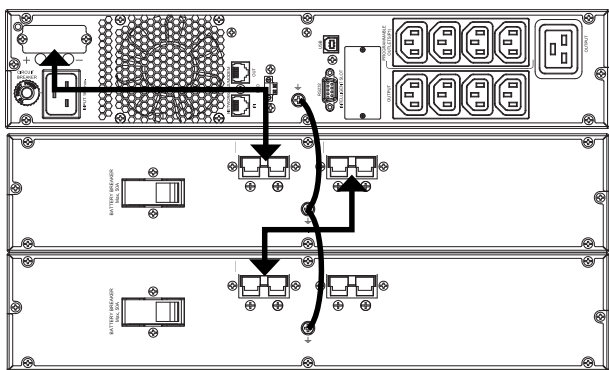

Abb. 9. Anschluss mit Batteriemodulen.
- Der Anschluss des Batteriemoduls mit der USV wird über einen Schlauch mit polarisierten Steckern an beiden Enden, der mit dem Batteriemodul mitgeliefert wird, durchgeführt. Den Stecker an einem Ende des Schlauchs in die jeweilige SPS.ADVANCE-Buchse und den Stecker des anderen Endes in die Buchse des Batteriemoduls stecken (siehe Abb. 9). Ebenso können die Batteriemodule parallel angeschlossen werden, da jedes Modul über zwei Stecker verfügt. Alle Stecker müssen mit den Schrauben an Ihrer Anlage befestigt werden, die die Schutzabdeckung jedes Steckers in der USV oder im Batteriemodul halten.
Das im Schlauch enthaltene Erdungskabel an den entsprechenden gekennzeichneten Stellen anschließen, sei es an einer Klemme oder an einer Schraube (siehe Abb. 9).
- In der Abb. 9 wird der Anschluss eines Geräts mit 3 kVA in einer Anordnung Typ Rack mit zwei Batteriemodulen dargestellt. Für eine größere Anzahl so ähnlich wie in der Abbildung dargestellt vorgehen.